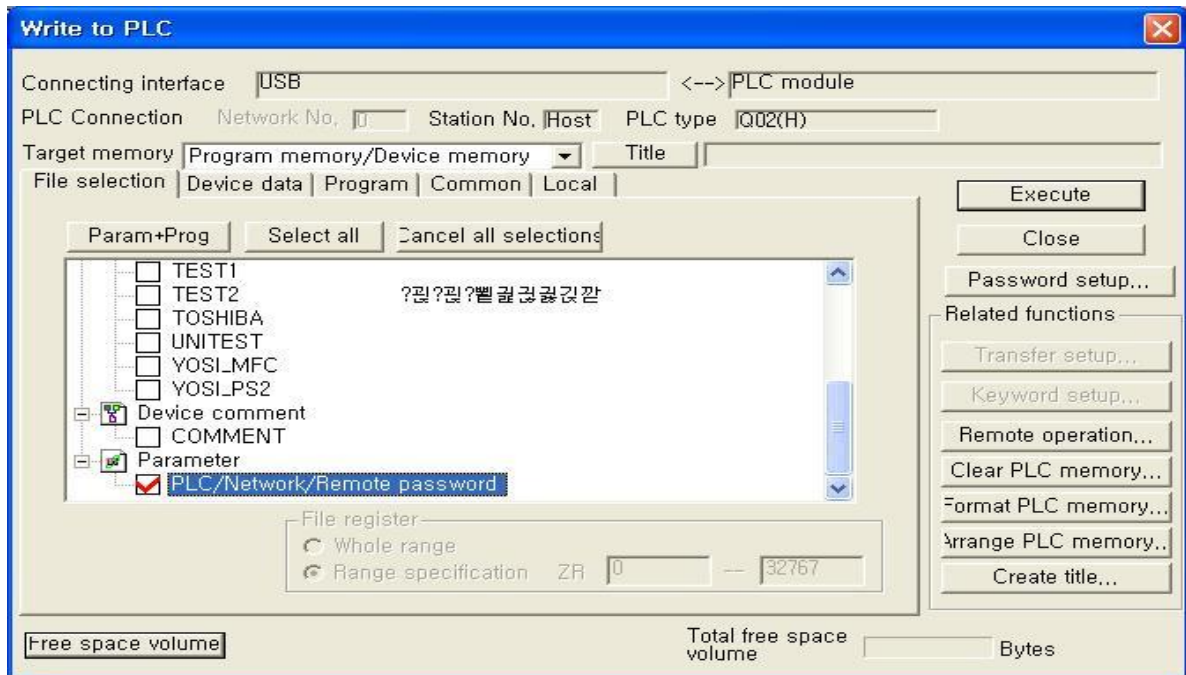

图 5.4在 PLC里下载参数的方法
- 2) 点击菜单上的 Online → Write to PLC 打开如图 5.4 一样的窗口.
- 3) 选择图 5.4 下端 Parameter 下面的 PLC/Network/Remote password 菜单后单击 Execute 按钮.